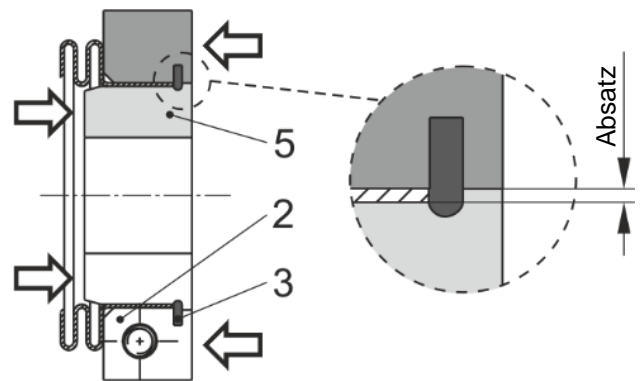

Bild 4
Wegen des Absatzes (siehe Bild 4) kann die Reduzierbuchse (5) nur in einer Richtung aus dem Klemmring (2) herausgedrückt werden.